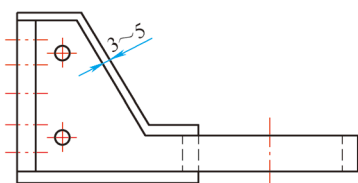

图8 绝缘板与导电板的关系
2) 为了防止导电板从两侧跳弧，绝缘板高出导电板3~5mm，如图8所示。